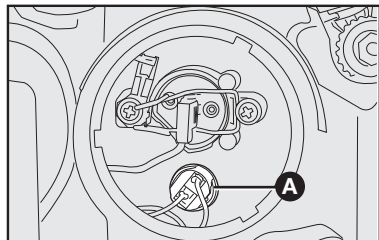

fig. 16
- 2) Puxar o porta-lâmpada **A-fig. 16** para retirá-la de sua sede;